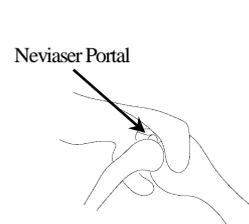
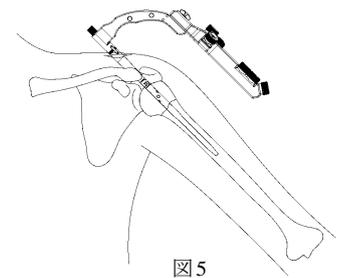

図4
図5
- 4) 上腕骨頭にエントリーホールを開窓し、ネイルを挿入します。Neviaser Portal よりアプローチする場合、（図4）ネイル挿入過程で患肢を外転させ、骨折部の整復を行います。（図5）